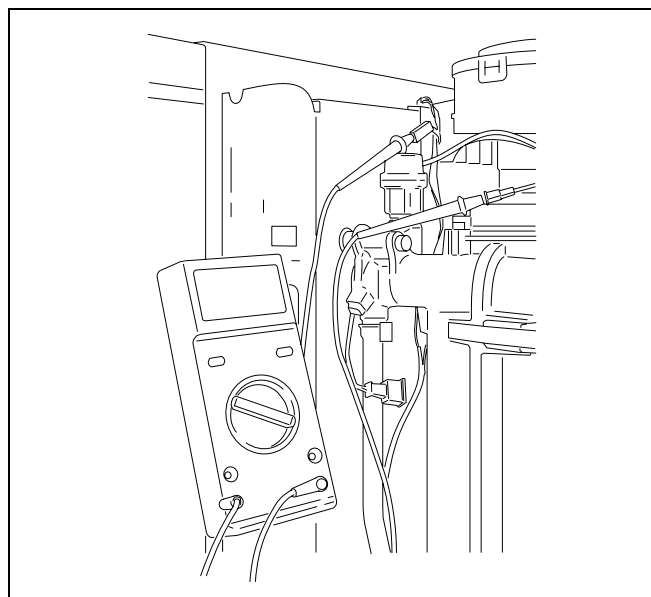

fig. 31 Måling af ioniseringsstrømmen
6.2.12 Måling af ioniseringsstrømmen (fig. 31)
- Stikforbindelsen i ioniseringselektroden løsnes og måleinstrumentet tilsluttes i række (fig. 31).